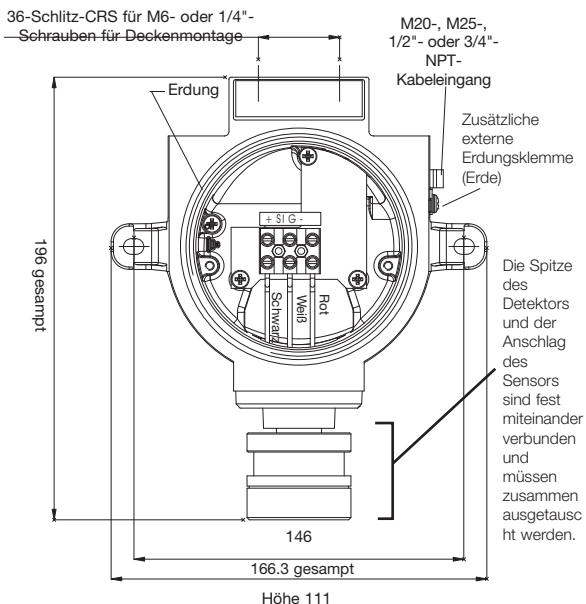

Abbildung 10: Xgard Typ 4, Ansicht mit Maßen
Hinweis: Das interne Erdungsterminal (siehe Abbildung 10) soll als Erdungsmittel für den Xgard-Gasdetektor verwendet werden. Das externe Erdungsterminal (siehe Abbildung 10) ist nur ein zusätzlicher Verbindungsanschluss, und ist nur dort zu verwenden, wo die örtlichen Behörden eine solche Verbindung erlauben bzw. vorschreiben. Um die Radiofrequenz-Schnittstelle zu beschränken, sollten der Anschlusskasten und die Kabelbewehrung an der Kontrolleinheit geerdet werden. Es ist dafür Sorge zu tragen, dass die Erdableitung nur in einem sicheren Bereich vorgenommen wird, um Erdfehlerschleifen zu vermeiden.
Eine detaillierte Ansicht des **Xgard**-Detektors des Typs 4 ist in Abbildung 10 dargestellt.
8. Detektordrähte wie in Abbildung 10 dargestellt wieder anschließen.